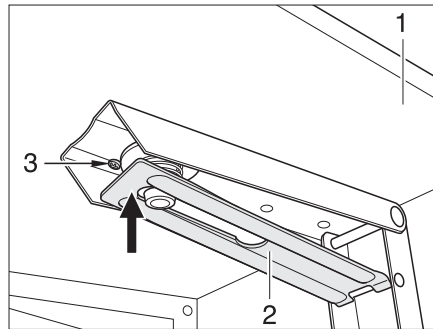

Fig. 62 Support rallonge de la banquette
- Rabattre la rallonge de la banquette (Fig. 62,1) vers le haut. Le support (Fig. 62,2) s'enclenche automatiquement dans cette position.
- Presser le support (Fig. 62,2) vers le haut dans le sens de la flèche en forçant la résistance du ressort en spirale (Fig. 62,3). La rallonge de la banquette est alors déverrouillée.